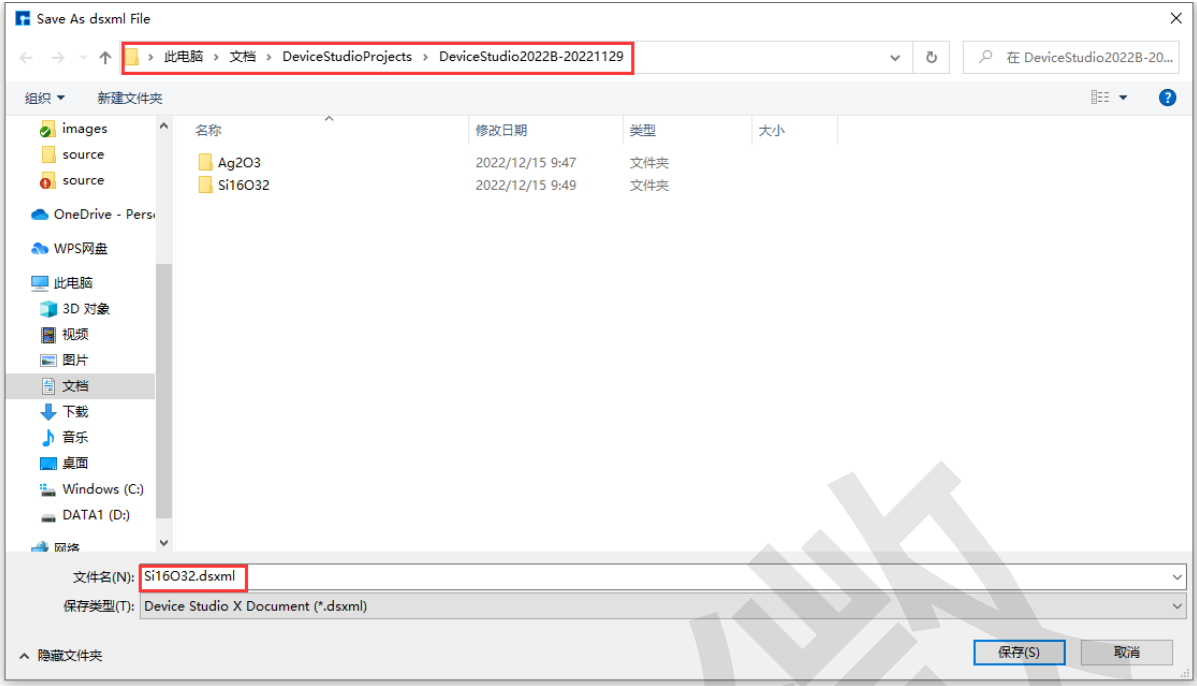

图 7.4: 保存结构文件（.dsxml）界面
- *Save*：默认置灰，不允许进行操作，当用户对原子结构进行编辑后，自动高亮，允许操作，点击后，保存用户对原子结构编辑后的参数，点击后，调用 *Save As* 的弹出保存结构文件（.dsxml）界面如 图 7.4。
- *Save As*：点击后，弹出保存结构文件（.dsxml）界面，用户可根据需要给结构文件命名，并选择存储位置，如 图 7.4 所示。